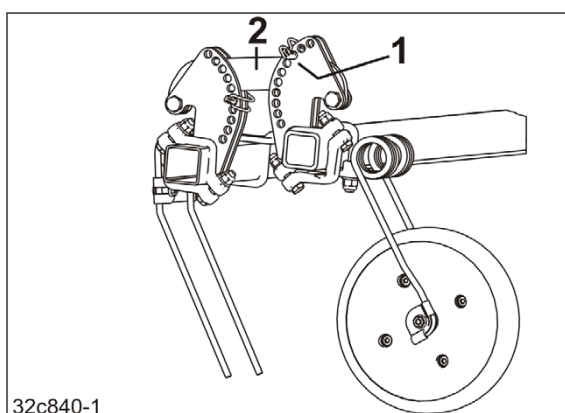

Fig. 200
3. Innstillingen av arbeidsdybden til harvtindene gjøres ved å sette inn klappsplinten (Fig. 200/1)
- o over styrearmen (Fig. 200/2),
Arbeidsdybden øker, jo dypere klappsplinten (Fig. 200/1) festes i reguleringssegmentet.